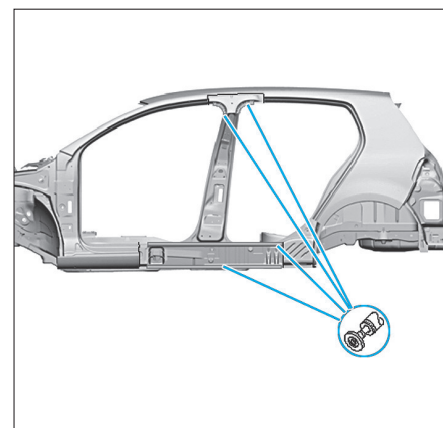

FIG. 79
- Préparer les zones d'accostage, éliminer entièrement les restes de colle et poncer à nu les surfaces de collage (Fig.79).